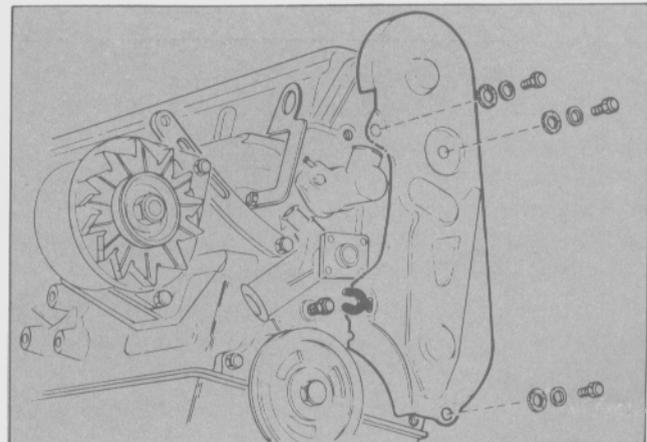

Fig. 18 - Desmontaje de la tapa de distribución
- Quitar los tornillos de sujeción de la tapa de distribución. Desmontar la tapa (Fig. 18).